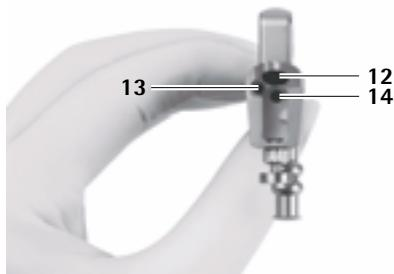

Рис. 1
- обтулятор для овального рабочего канала 7 в рабочий канал 12, см. Рис. 1.
Промывочная жидкость подается через больший рабочий канал 12 и через малый рабочий канал 13, см. Рис. 1.